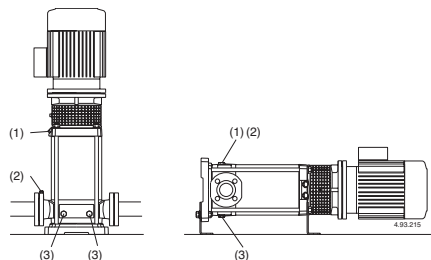
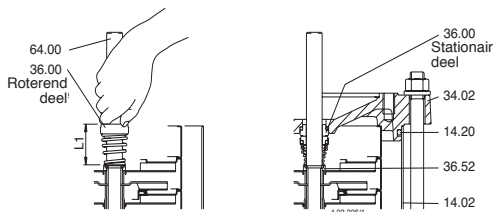

Fig.4 (1) Vullen ontluichtingsplug
Fig. 5 Montage van de mechanical seal
Wanneer de pomp boven het vloeistofniveau geplaatst is (zuigsituatie, **fig. 3A**) of in een situatie waar de toelooptruk te laag is (minder dan 1 m) om de terugslagklep te openen, vul de zuigleiding en de pomp door de vulopening (**fig. 4**).
Sluit de ontluchting voor (**fig. 4**) voor MXV-B, MXV(L) 25-32-40 en MXV(L)4 25-32-40 Sluit de naaldschroef (14.07) in de aftapplug (14.12) (**fig. 4b**) en sluit de ontluchting (14.04).
Wanneer zuigverliezen optreden (onderbreken van flow ondanks geopende afsluiters) of drukschommelingen weergegeven op de manometers, controleer of alle leidingverbindingen luchtdicht zijn en controleer of de naaldschroef van de ontluchting gesloten is (**fig. 4**).
Of, na het legen, reinigen door schoon water (minimaal 40 liter) in het vulgat (1) te gieten aan de afvoer kant en het weer uit het afvoergat (3) aan de aspiratiekant (fig. 4) te laten lopen.
Voorafgaand aan demontage, sluit de afsluiters in zuig- en persleiding en tap het pomphuis af (fig. 4). Alvorens over te gaan tot demontage en montage, raadpleeg de doorsnedetekening (paragraaf 14.) en fig. 5, 6.
5. Verwijder de schroeven (61.07) en de lantaarnhouder (32.00), met ondersteuning (66.00) en koppeling (64.22) uit het bovenste deksel (34.02) en uit de as (64.00) (fig. 5).
Druk het roterende deel tot aan de steuning (35.52) over de as (64.00) zonder de veer in te drukken. Controleer de lengte voor en na plaatsing en licht het roterende deel op tot de juist aanvanghoogte (L1 in fig. 5).